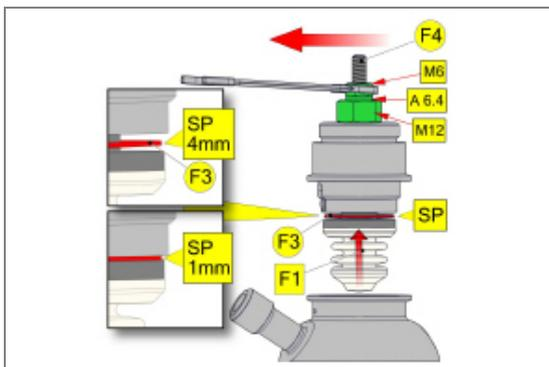
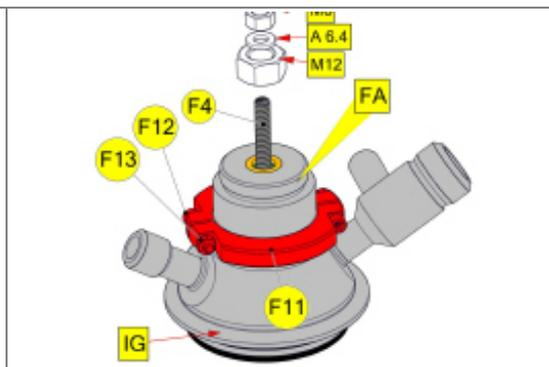

Рис. 16
Рис. 17
- См. рис. 16
- Наверните до упора от руки гайку (M12) и шайбу (A6.4) на шток клапана (F4), а также гайку (M6). Затем, с помощью ключа затяните соединение (примерно 3 оборота). Установите пружинную камеру (FA) в корпус клапана (IG).
- См. рис. 17